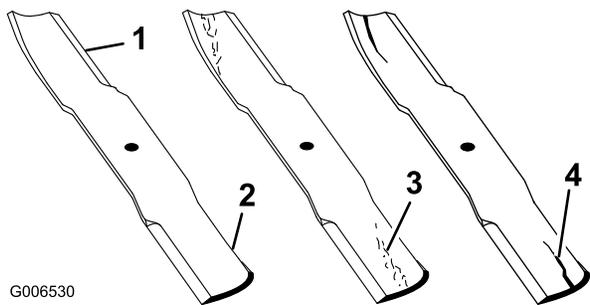

Figura 80
1. Inspeccione los filos de corte (Figura 80). Si los bordes no están afilados o tienen muescas, retire las cuchillas y afílelas. Consulte Afilado de las cuchillas.
2. Inspeccione las cuchillas, especialmente la parte curva. Si observa fisuras, desgaste o la formación de una ranura en esta zona, instale de inmediato una cuchilla nueva (Figura 80).